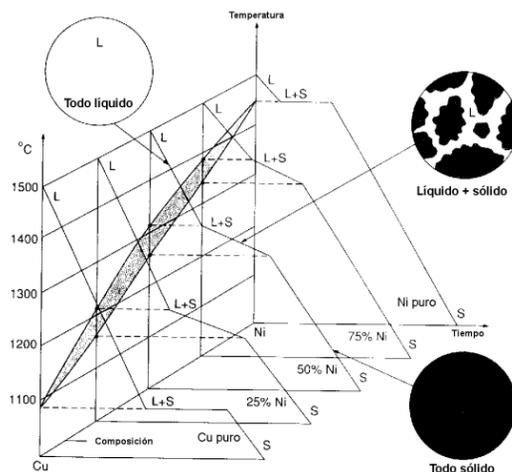

Figura 5. Diagramas de fases binarios
- Muestran las fases presentes y sus composiciones para cualquier temperatura y composición de la aleación, permitiendo predecir las transformaciones entre fases y la microestructura resultante. (Ver figura 5)